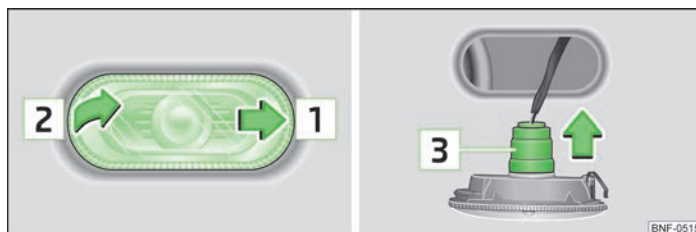

Fig. 123 Partea dreaptă: înlocuirea becului incandescent pentru lampa de semnalizare
- › Împingeți lampa de semnalizare în sensul săgeții **1** » fig. 123.